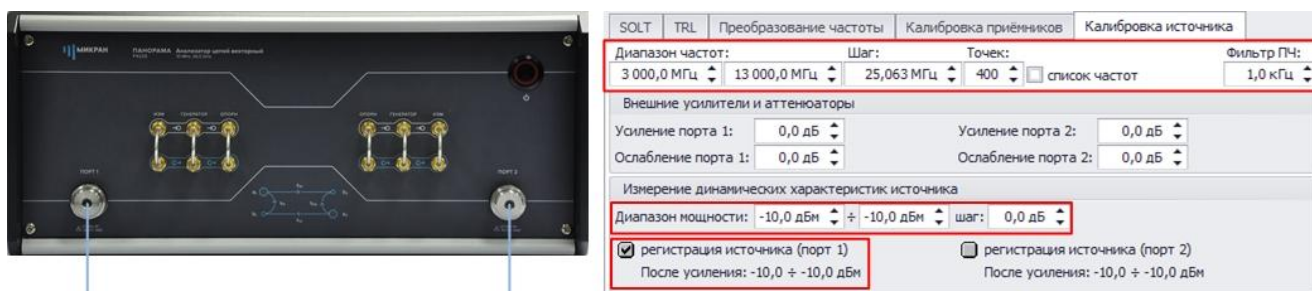

Рис. 12. Регистрация источника первого порта
11.3. Во вкладке «Калибровка источника» установите частотный диапазон и мощность сигнала для проведения калибровки (3...13 ГГц, -10 дБм). Частотный диапазон при калибровке должен включать в себя частоты зондирующего сигнала и промежуточную частоту. Проведите регистрацию источника (порт 1 – рис. 12);